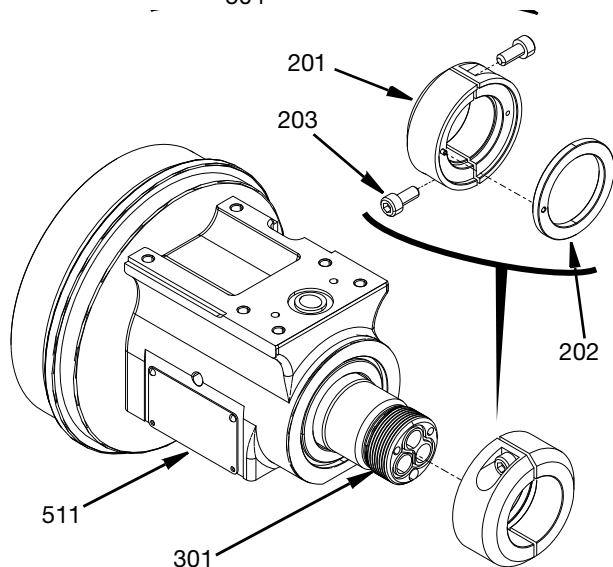

FIG. 27
3. Con un mazo de cara blanda, golpee suavemente el cuerpo central (301) en el conjunto del alojamiento de la pieza giratoria (511) para asegurarse de que el cuerpo central esté colocado contra el cojinete embridado (502).
4. Deslice el conjunto del anillo de bloqueo (201) sobre el fuste del cuerpo central (301) y méntalo en su lugar contra el cojinete embridado (502). Asegúrese de que la clavija que hay en una mitad del anillo de bloqueo (201) entre en el orificio de la arandela (202).
5. Aplique lubricante antiagarrotamiento a los dos tornillos M5 de cabeza hueca (203) y apriete a 6,5 N•m (57,5 lb-pulg.). Consulte la FIG. 27.